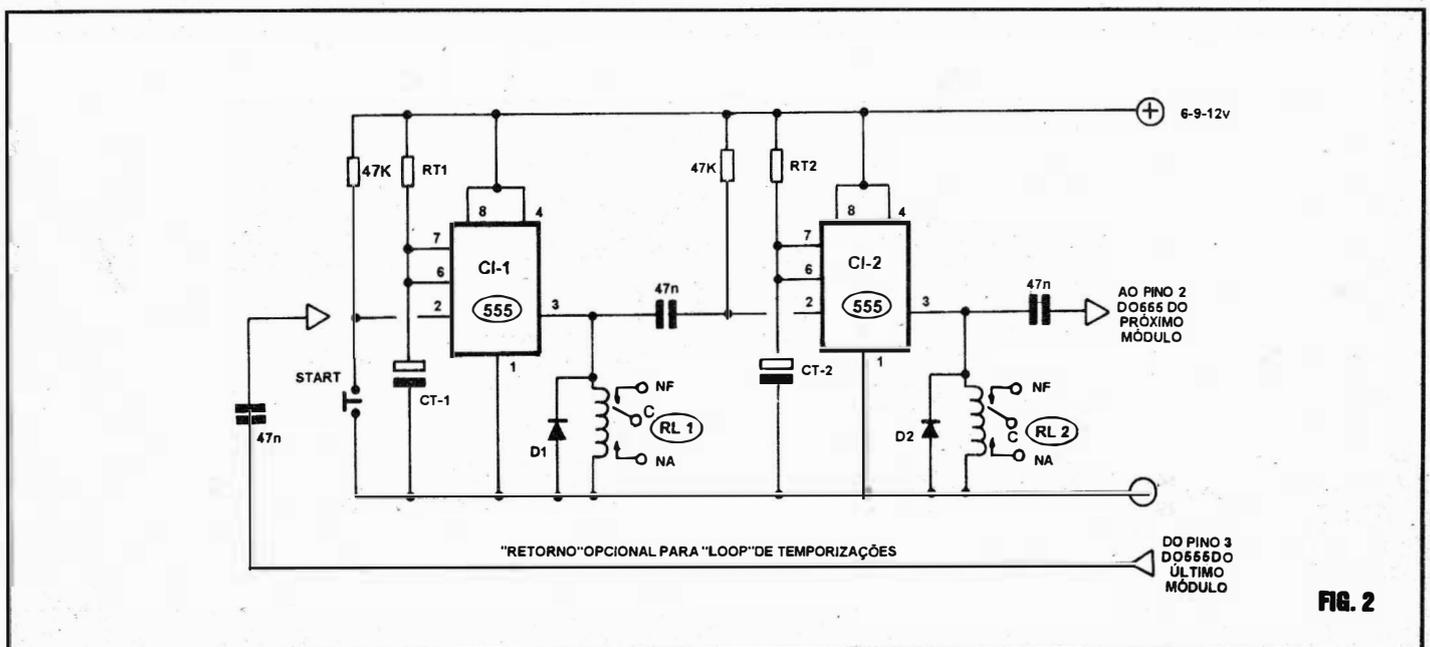

FIG. 2
É muito fácil, Everaldo, providenciar o "enfileiramento" de temporizadores baseados no 555, mantendo cada módulo com a sua individual saída de Potência, a relê, e obtendo assim uma verdadeira sequência de períodos, precisos, "disparados" automaticamente um após o outro! Analisando os dados e requisitos que Você enviou, sugerimos o desenvolvimento a partir do diagrama da fig. 2, que contém dois módulos sequenciados de temporização, mas que - com grande facilidade - pode ser ampliado "ao infinito" (três, quatro, ou mais módulos...). Observe com atenção as seguintes orientações, e aproveite bem as "Lições" específicas sobre o 555 como MONOESTÁVEL (ABC 17), onde recolherá os dados complementares necessários ao dimensionamento da aplicação:
- FIG. 2 - O “LIMIAR” DE TRANSIÇÃO DE NÍVEL, NAS ENTRADAS C.MOS - Fazemos (por questão de simplificação...) nossas análises, a partir de um dos mais simples *gates* ou blocos lógicos digitais C.MOS, que é o SIMPLES INVERSOR (já estudado na primeira parte da presente “Aula”...). Normalmente, a Entrada do INVERSOR deve receber alguma polarização (já que não pode ser deixada “aérea”, aberta, sob pena de graves instabilidades no funcionamento do bloco...). Assim, assumamos que dois resistores, RA e RB, o primeiro à linha do positivo da alimentação, e o segundo à linha de “terra” ou negativo, determinem um valor qualquer de Tensão para o ponto “P”, correspondente justamente à Entrada E do *gate* INVERSOR... Agora, guardem isso:
ponto submetido à metade da Tensão de alimentação (é como se dois resistores, num arranjo parecido com o mostrado no diagrama da fig. 2, de alguns "porri-lhões" de Megohms - representados, por exemplo, pela Resistência do ar, entre o pino da Entrada do C.MOS e as linhas físicas da distribuição da alimentação - estivessem "polarizando" a dita Entrada a 1/2 Vcc...). Nesse caso - como sabemos - a instabilidade será inevitável, influenciando no funcionamento de **todo** o chip (e não apenas no gate ou bloco que é "dono" da tal Entrada deixada "voando"...). Por isso, tomem como **norma**, o seguinte: